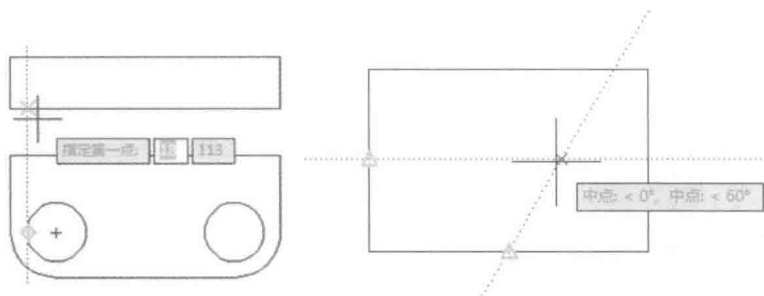

图 1-17 对象捕捉追踪
(3) 对象捕捉追踪 (简称对象追踪) 对象捕捉追踪功能以一个对象捕捉点为中心，在给定的极轴增量角方向上显示追踪线 (虚线)，可在该线上获取指定距离的点、与对象的交点，或在两条追踪线上获得交点等，如图 1-17 所示。